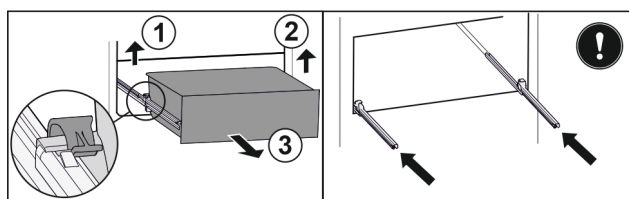

Fig. 38
- ▶ Soulever la bride gauche et tirer dans le même temps la partie gauche du tiroir vers l'avant. Fig. 38 (1)
- ▶ Soulever la bride droite et tirer dans le même temps la partie droite du tiroir vers l'avant. Fig. 38 (2)
- ▶ Retirer le tiroir par l'avant. Fig. 38 (3)